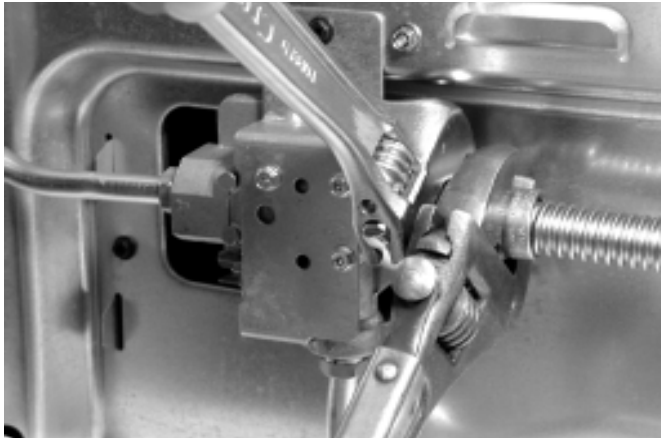

Fig. 10
- c. Apretar el conector flexible de gas y/o el conducto del electrodoméstico para unir con la válvula manual de la unidad usando **NO MAS DE 15 pies/lbs** de troqué. Asegurar estabilización del adaptador para unión de campana de 1/2" y ajustar con la pinza antes de apretar conector flexible de gas y/o conducto del electrodoméstico. (Vea Fig. 10)